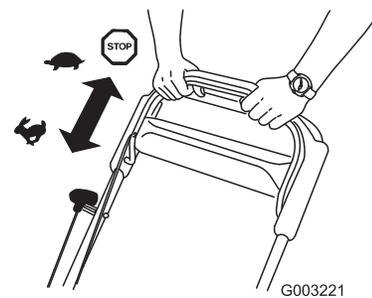

**Figura 12**
2. Tire suavemente del arrancador de retroceso (Figura 12) hasta que note resistencia, luego tire con fuerza y deje que vuelva lentamente a la guía de cuerda del manillar.